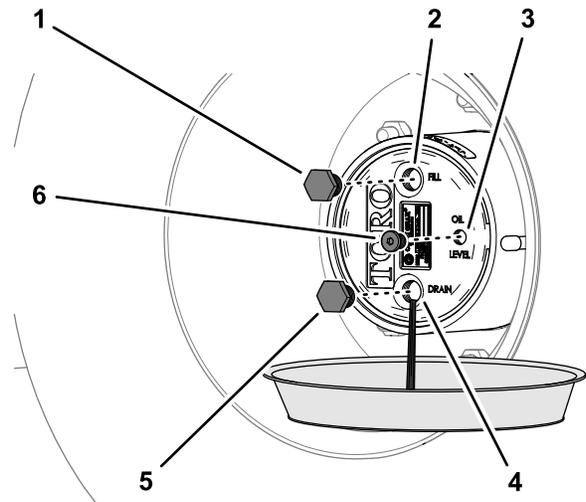

Bild 94
2. Stellen Sie eine Auffangwanne unter die Nabe des Planetengetriebes, entfernen Sie die Ablass-, Füll- und Prüfschraube und lassen Sie das Öl vollständig ablaufen (**Bild 94**).